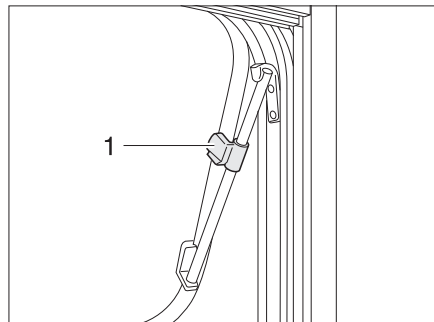

Bild 74 Ausstellfenster mit Dreh-Ausstellern, geöffnet
- Ausstellfenster bis zur gewünschten Stellung öffnen und mit Rändelknopf (Bild 74,1) feststellen.
- Rändelknopf (Bild 74,1) drehen, bis Arretierung freigegeben wird.